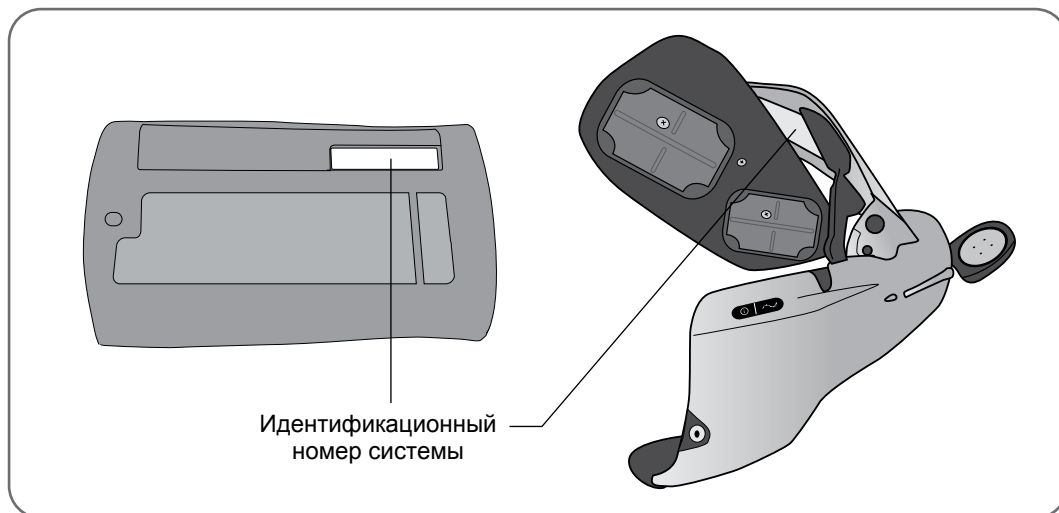

Рисунок 12-2. Расположение идентификационных номеров системы
4. Найдите на уже имеющемся компоненте системы идентификационный номер системы (например, А334). Идентификационный номер системы находится на задней стороне блока управления, а также под крылом для разгибателей на ортезе. См. рисунок 12-2.